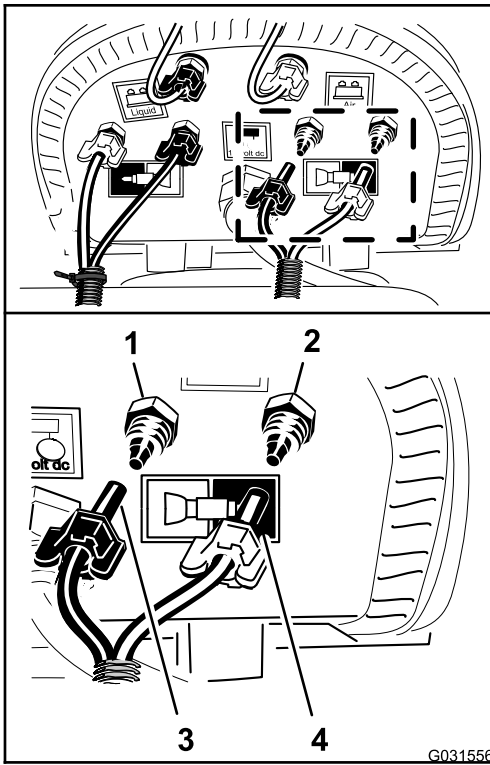

図 175
7. マークの付いていないケーブルタイの付いていないチューブ束で、左側ブーム用の青色チューブを左側ブーム用給水部のコンプレッションフィッティングに取り付ける 図 175。
8. チューブの圧縮ナットをフィッティングに嵌め、ナットを手締めする 図 175。
9. 左側ブーム用の透明チューブを左側ブーム用エア供給部のコンプレッションフィッティングに取り付ける 図 175。
10. チューブの圧縮ナットをフィッティングに嵌め、ナットを手締めする 図 175。